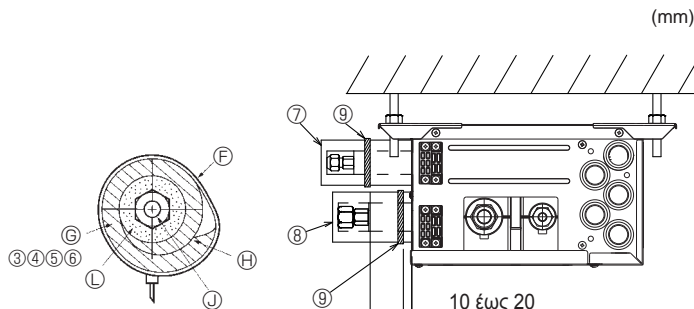
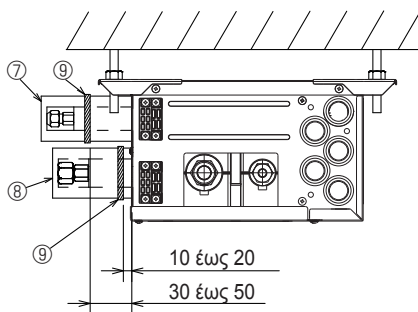

Fig. 7-3
Fig. 7-4
- (1) Αφαιρέστε τα περικοχλία εκχέλιωσης και τα καπάκια από το κουτί διακλάδωσης.
- (2) Εκχειλίστε τα άκρα των σωληνών υγρού και αερίου και αλείψτε την διαπλευσμένη επιφάνεια με ένα λεπτό στρώμα λαδιού ψυκτικού (θα το προμηθευτείτε από το εμπόριο). Μην αλείψετε λάδι τμήμα με σπείρωμα.
- (3) Συνδέστε αμέσως τις σωληνώσεις ψυκτικού. Να σφίγγετε πάντα τα περικοχλία εκχέλιωσης με την ενδεικτική ροπή σύσφιξης σύμφωνα με τον παρακάτω πίνακα χρησιμοποιώντας δυναμόκλειδο και διπλό κλειδί.
- (4) Πιέστε με δύναμη τα καλύμματα ③ και ⑤ του σωλήνα υγρού στη μονάδα και τυλίξτε τα για να μην βγουν από τη θέση τους. (Fig. 7-3)
- (5) Πιέστε με δύναμη τα καλύμματα ④ και ⑥ του σωλήνα αερίου στη μονάδα και τυλίξτε τα για να μην βγουν από τη θέση τους. (Fig. 7-3)
- (6) Τοποθετήστε τις παρεχόμενες στεφάνες στερέωσης ⑨ στα 10 - 20 mm περίπου από κάθε άκρο των καλυμμάτων των σωληνών (③ ④ ⑤ ⑥).
- (7) Αν δεν είναι συνδεδεμένη η εσωτερική μονάδα, τοποθετήστε τα παρεχόμενα καλύμματα σωληνών (με καπάκια, ⑦ και ⑧) στις ενώσεις των σωληνώσεων ψυκτικού με το κουτί διακλάδωσης για να αποφύγετε τη συμπύκνωση νερού στους σωλήνες. (Fig. 7-4)
- (8) Στερεώστε τα καλύμματα σωληνών (⑦ ⑧) στη θέση τους με τις παρεχόμενες στεφάνες ⑨.
► Χρησιμοποιήστε τις ακόλουθες διαδικασίες για τα μέρη του κουτιού διακλάδωσης που δεν είναι συνδεδεμένα σε εσωτερική μονάδα. (Fig. 7-4)
- (1) Για να αποφύγετε τις διαρροές ψυκτικού, βεβαιωθείτε ότι τα περικόχλια εκχείλωσης βιδώνονται σύμφωνα με τις καθορισμένες ροπές σύσφιξης* στον Πίνακα 3.
- (2) Για να αποφευχθούν φαινόμενα συμπίκνωσης, εγκαταστήστε τα καλύμματα των σωληνώσεων Ⓡ Ⓢ και σφίξτε τα με τις παρεχόμενες ταινίες Ⓣ.